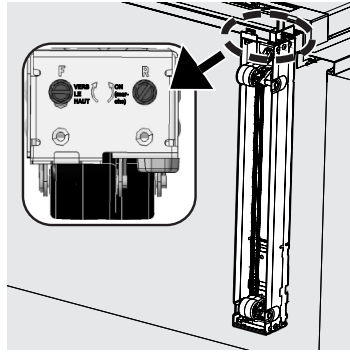

Fig. 3
3. a. Installer le premier assemblage de niveleur sur un réfrigérateur/ congélateur (Fig. 3).